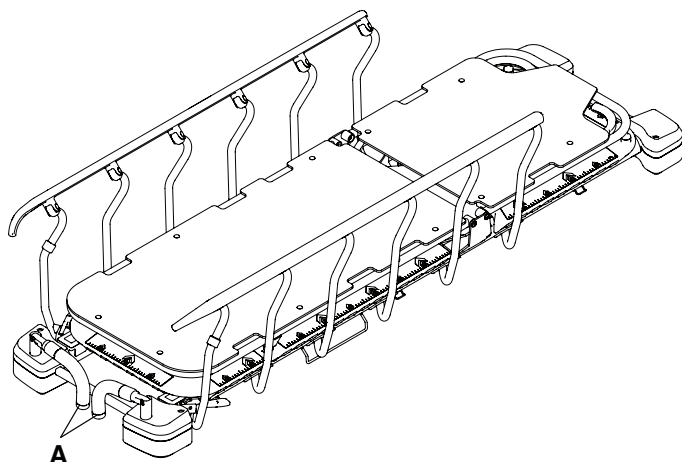

Figura 9 – Plierea manetelor de împingere de la capătul pentru picioare
4. Inversați pașii pentru a plia manetele de împingere de la capătul pentru picioare (A) (Figura 9).